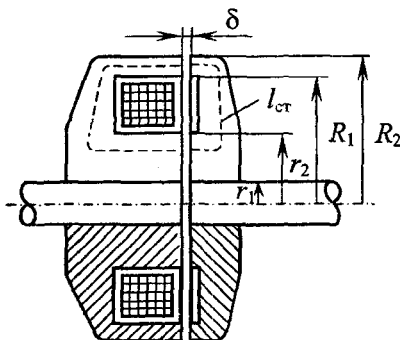

Рис. 1.10
**Задача 1.9.** Максимальный момент, передаваемый электромагнитной муфтой сцепления,  $M = 75$  Н·м. Муфта изготовлена из стали, магнитная характеристика которой дана на рис. 1.4. Толщина немагнитных прокладок между полюсами  $\delta = 1,5$  мм. Сечения полюсов сердечника и якоря  $S = 100$  см2. Другие размеры, указанные на рис. 1.10:  $r_1 = 2$  см,  $r_2 = 6$  см,  $R_1 = 10,6$  см,  $R_2 = 12$  см, длина средней линии пути потока по стали  $l_{ст} = 30$  см. Коэффициент трения между полюсами  $f_{тр} = 0,25$ .